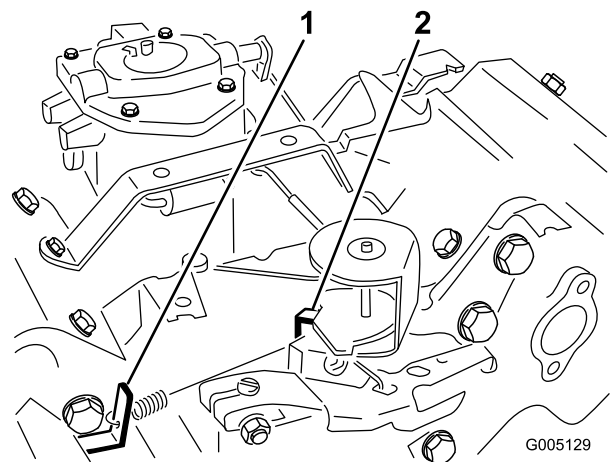

Bild 36
3. Biegen Sie den Anker-Federmitnehmer (Bild 36), um eine Leerlaufgeschwindigkeit von 1625 ± 50 U/min zu erzielen. Prüfen Sie die Motordrehzahl mit einem Drehzahlmesser.
5. Stellen Sie den Gasbedienungshebel auf „Schnell“. Biegen Sie den Federankermitnehmer in der Vollgaseinstellung (Bild 36), bis Sie eine Vollgasdrehzahl von 2800 ± 50 U/min realisieren.